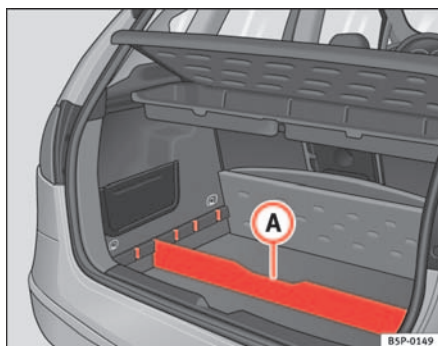

Fig. 105 Separador do piso do porta-bagagens
- Coloque o separador **A**⇒ fig. 105, nas ranhuras laterais consoante o tamanho dos objectos a transportar. Debaixo do porta-objectos encontram-se as ferramentas de bordo e a roda sobresalente.